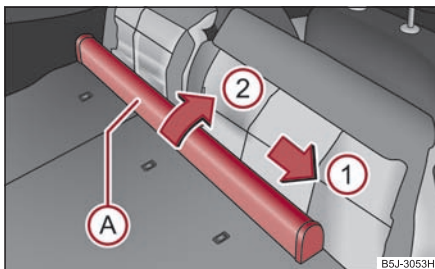

Fig. 91 Scaunele din spate:
- Împingeți carcasa peretelui despărțitor (A) ⇒ fig. 91 în sensul săgeții (1) și scoateți-o din locașul din spătarul scaunului din dreapta în sensul săgeții (2).